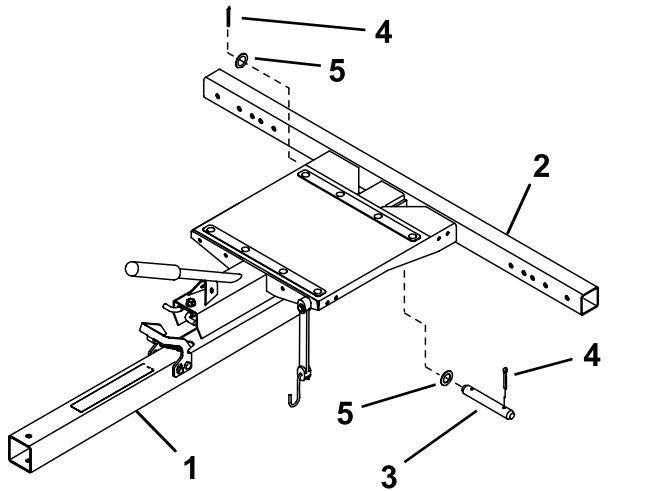

图 1
1. 对准后安装孔、将牵引杆总成插入机架总成 (图 1)。
2. 使用 1 个柱销、2 个垫圈和 2 个开口销将牵引杆总成固定入机架总成图 1。